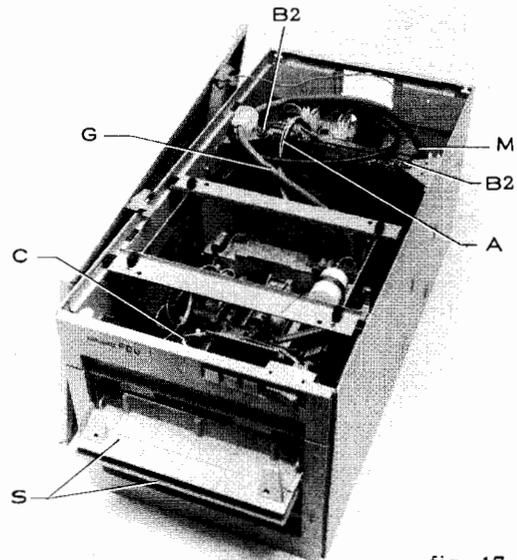

fig. 17
- disconnettere il cavo A di collegamento alimentatore-piastra di attuazione ed il cavo M del motore AC. Vedi fig. 17
- togliere i bulloni B2 (v. fig. 17)
- disconnettere il cavo M del motore AC, il cavo di governo G, il cavo A di collegamento alimentatore - piastra di attuazione ed il cavo C di collegamento console-piastra di attuazione (v. fig. 17)
- aprire gli sportelli S; spingere il gruppo trascinatore verso l'interno dell'unità; richiudere gli sportelli S (v. fig. 17)